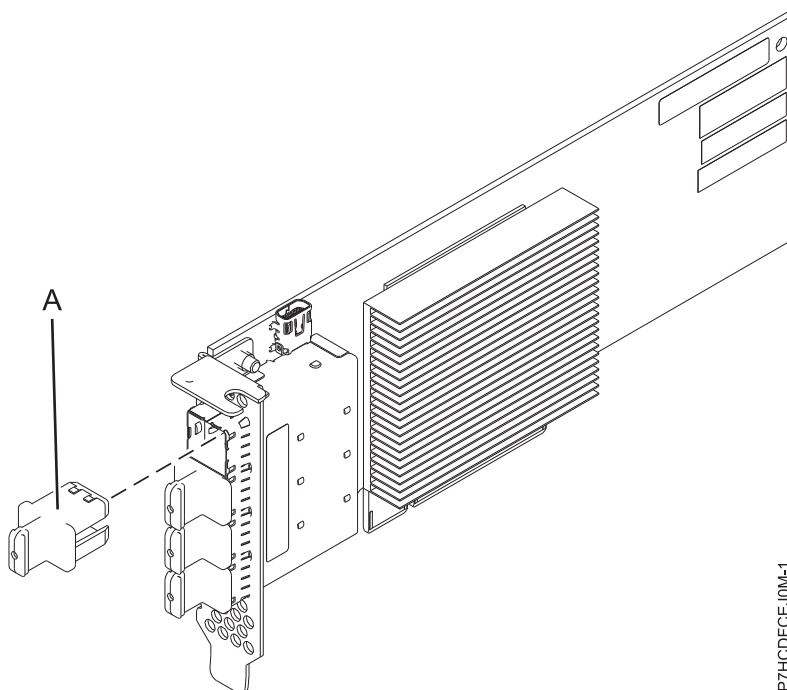

Figure 74. Carte PCIe3 SAS RAID LP 6 Gb 4 ports
La carte PCIe3 LP SAS RAID quatre ports 6 Gb est une carte PCI Express (PCIe) SAS RAID de troisième génération, courte et à faible encombrement. Elle est destinée aux applications SAS (Serial Attached SCSI) hautes performances et haute densité. Elle prend en charge le raccordement de disques SAS et d'unités SSD via quatre connecteurs mini-SAS HD (haute densité) x4 qui permettent d'utiliser les liaisons physiques dans différentes configurations port réduites ou étendues. La carte ne dispose pas d'un cache en écriture. La figure 74, à la page 230 illustre la carte PCIe3 LP SAS RAID quatre ports 6 Gb.
La figure 74 représente la carte. Le capuchon du connecteur (A) est installé dans un port vide et empêche que ce port ne soit endommagé lorsqu'un câble d'un connecteur de port adjacent est branché ou retiré.